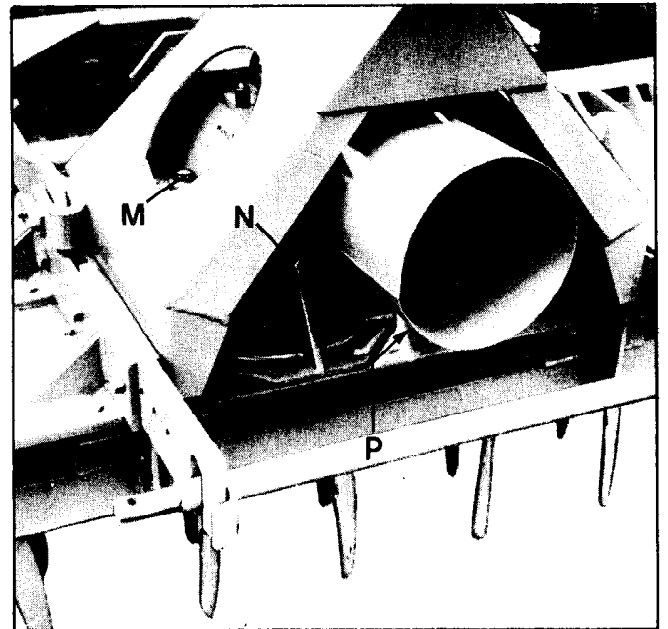

Fig.10
**WEKELIJKS** vloeibare vetvulling in tandwielkast controleren - dop **P** (Fig. 10; vetstand zie "olie verversen").
1e olieerversing van de oliebadaandrijving en schakelaandrijving na ca. 20 bedrijfsuren; vervolgens - om de 400 uren of jaarlijks verversen (de olie warm aftappen - aftapbout N, N1 (Fig. 10 + 4).
De tandwielen lopen in vloeibaar vet. De vetstand - ca. 2,5 cm. hoog (vanaf tandwielkastbodem) - **wekelijks** controleren - aan opening P (Fig. 10).